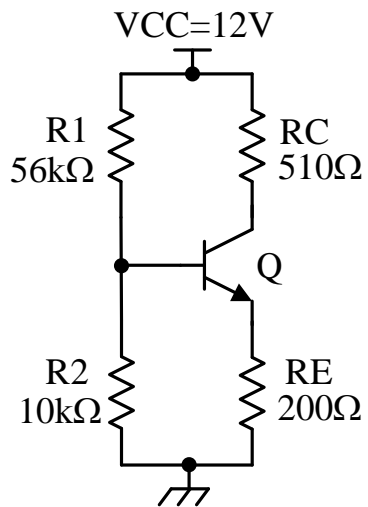

FIGURA 5. Circuito 5.
2.3) Para el circuito de la Figura 5 realice lo siguiente: